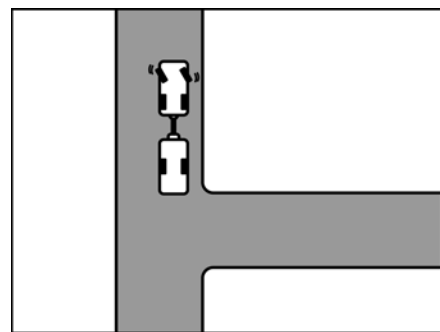

Bild 10 Styr åt vänster
- Vrid ratten åt vänster när fordonet står still (Bild 10).